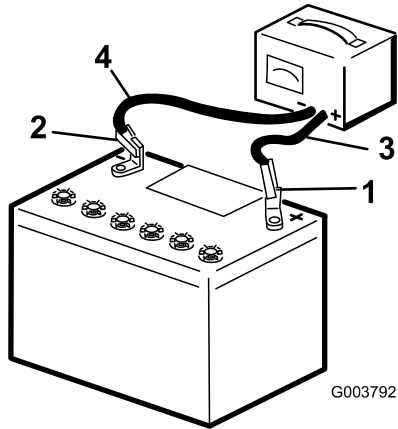

Figure 60
2. Branchez le câble positif du chargeur de batterie à la borne positive de la batterie (Figure 60).
3. Branchez le câble négatif du chargeur de batterie à la borne négative de la batterie (Figure 60).
5. Quand la batterie est chargée au maximum, débranchez le chargeur de la source électrique, puis débranchez les fils du chargeur des bornes de la batterie (Figure 60).